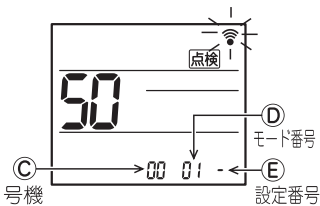

図2
- ▼ ボタン⑥を押して号機(C)を設定対象ユニットに合わせる。(図2)
- ▼ ボタン⑥を押してモード番号(D)を合わせる。(図2)
- ▼ ボタン⑥を押して設定番号(E)を選択する。(図2)